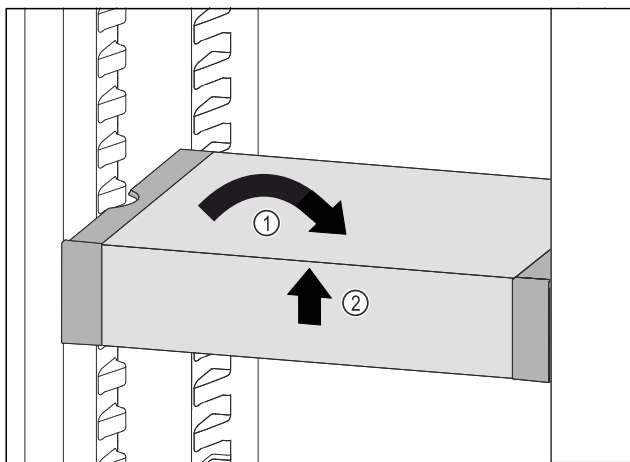

Fig. 172
- Ispravite VarioSafe. Fig. 172 (1)
- Podignite sprijeda VarioSafe. Fig. 172 (2)